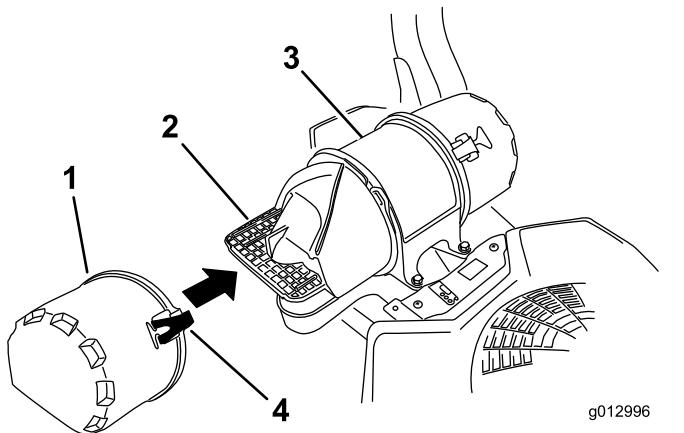

Figura 31
- Abra los cierres del limpiador de aire y tire de la tapa de la entrada de aire para separarla del cuerpo del limpiador de aire (Figura 31).
- Instale la tapa de entrada de aire y fíjela con los cierres (Figura 31).
- Instale la tapa del limpiador de aire y fíjela con los cierres (Figura 31).